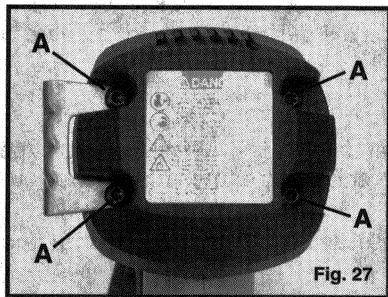

Fig. 27
- Dévisser les quatre vis du couvercle supérieur (A) fig. 27, et soulever le couvercle.